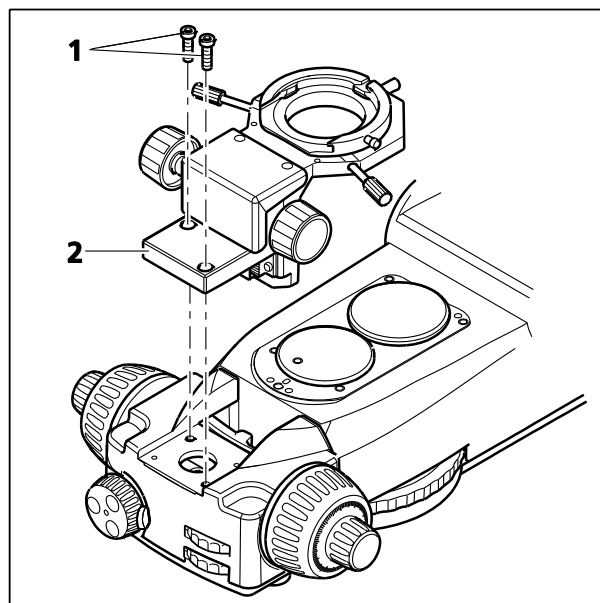

Figure 3-12 Fixation et retrait du porte-condenseur
(1) Fixation du porte-condenseur
- Dévisser les deux vis à six pans creux (Figure 3-12/1) du panneau de protection du statif pour le retirer.
- Placer le porte-condenseur (Figure 3-12/2) sur le statif et le fixer à l'aide des deux vis à six pans creux (Figure 3-12/1).
(2) Retrait du porte-condenseur
- Tenir le porte-condenseur (Figure 3-12/2) d'une main et dévisser les deux vis à six pans creux (Figure 3-12/1).